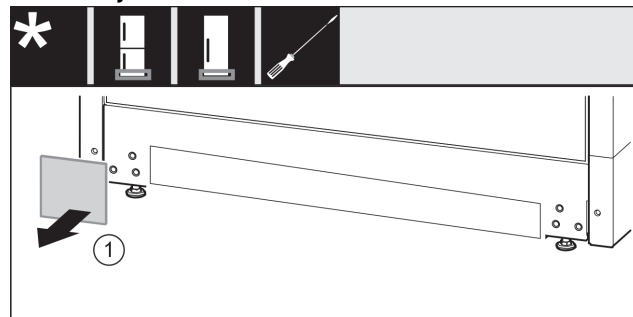

Fig. 18
- Skinite poklopac Fig. 18 (1).